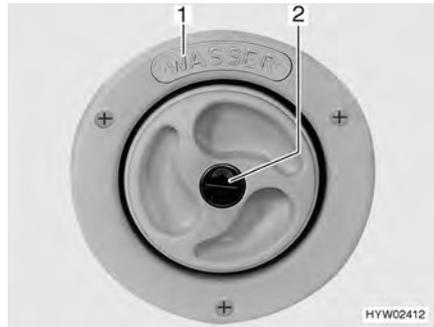
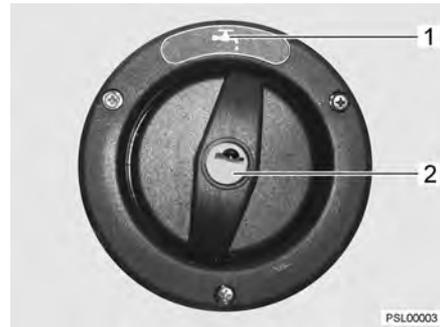

Fig. 39 Tapa de cierre para el tubo de llenado de agua potable
Fig. 40 Tapa de cierre para el tubo de llenado de agua potable (alternativa)
- ▷ El tubo de llenado de agua potable está marcado con el rótulo "WASSER" (agua) (Fig. 39,1) o con el símbolo "🚰" (Fig. 40,1).
- Introducir la llave en el cilindro de cierre (Fig. 39,2 ó Fig. 40,2) y girar en sentido contrario a las agujas del reloj.